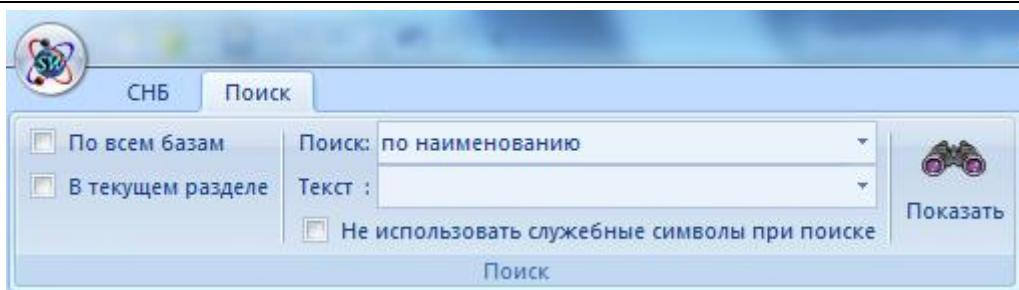

Рис. 2.15 Вкладка Поиск
- Перейти на вкладку **Поиск** (рис. 2.15).